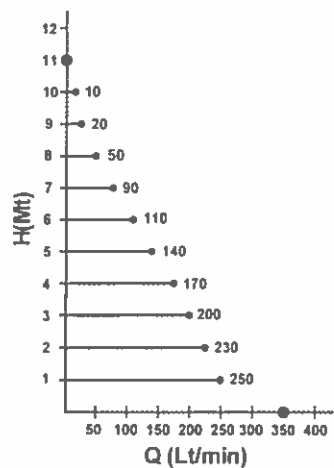

Fig. 9
4. Dévisser la manette située sur le côté opposé de l'appareil comme l'indique la Fig. 9.
4. Svitare la manopola posizionata sul lato opposto dell'apparecchio come indicato nella Fig. 9.